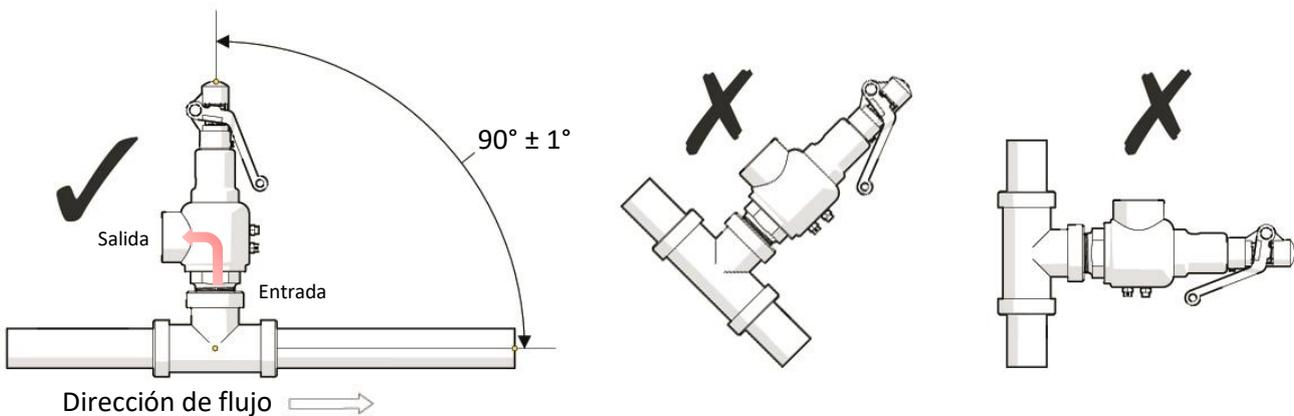

Fig. 3 Posición y orientación correcta de una VRP
2. La válvula siempre debe de ser instalada con la *flecha* en posición vertical y orientada con la *palanca* hacia arriba, la válvula modelo 211 no está diseñada para ser montada en otra posición. (Fig.3)